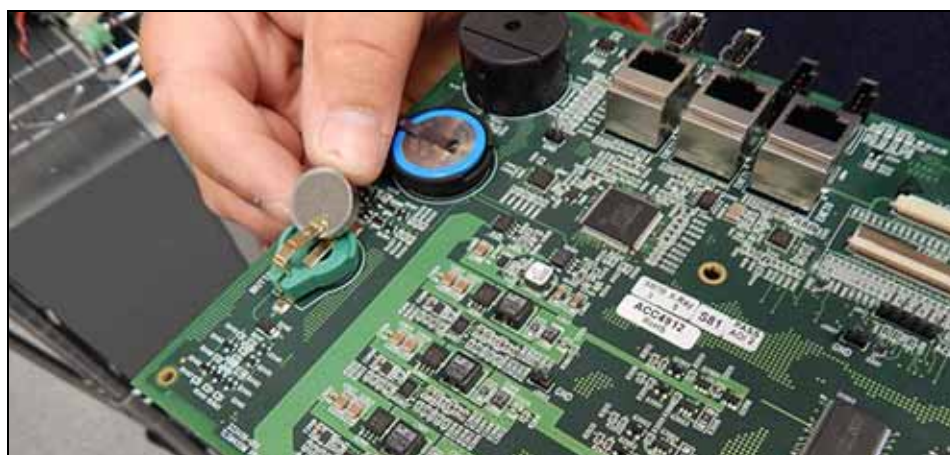
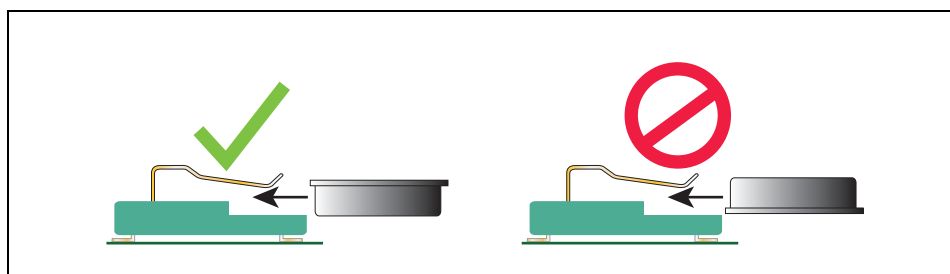

Figura 14. Insira o iButton no soquete na nova placa CPU do TLS-450PLUS
Figura 15. Instale o iButton com a face flangeada voltada para cima
1. Com a pulseira antiestática colocada no pulso e na superfície metálica do console do TLS-450, retire o iButton da placa CPU do TLS-450 e instale-o no soquete vazio da nova placa CPU do TLS-450PLUS (ver Figura 14). Certifique-se de que a face flangeada do iButton esteja voltada para cima quando for colocada no soquete (ver Figura 15).